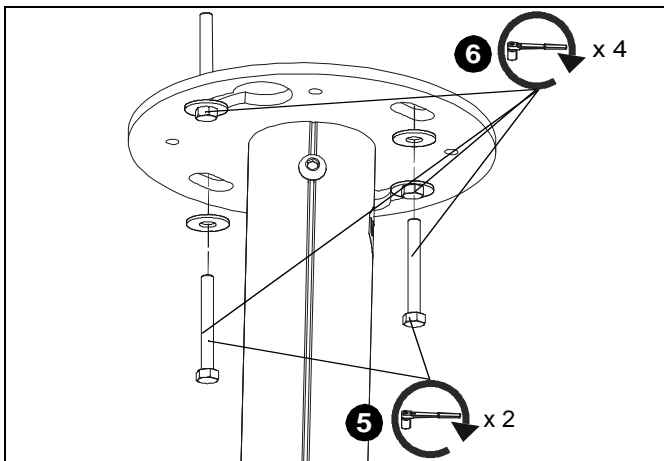

Abbildung 5
- Setzen Sie zwei (mindestens) 7,9 mm x 12,7–19 mm (5/16" x 2–3/4")-Ankerschrauben (nicht mitgeliefert) in die Löcher an der Deckenplatte (A) und in die in die Holzbalken-Querverstrebung gebohrten Löcher ein. (Siehe Abb. 5)
- Ziehen Sie alle vier Ankerschrauben an, um die Platte an der Decke zu fixieren. (Siehe Abb. 5)